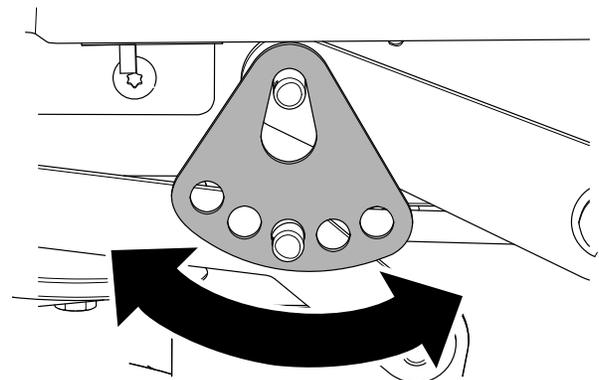

Figure 61
7. Tournez la plaque de hauteur de coupe à un trou différent pour que le poids du tablier de coupe soit soutenu après l'installation de la plaque (**Figure 61**).
8. Installez la rondelle et la goupille fendue (**Figure 61**).